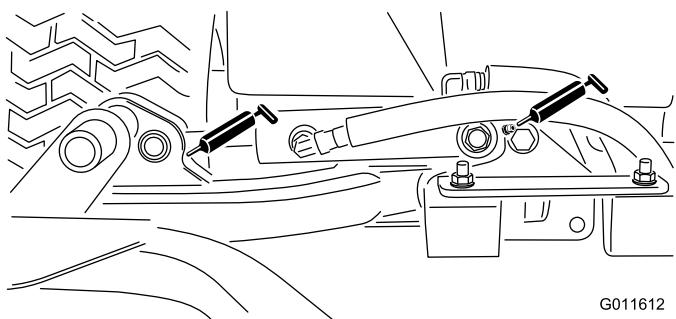

Figure 30
- Vérins des bras de relevage des plateaux de coupe (x 2)—Figure 30
- Pivots des bras de relevage (x 1)—Figure 30